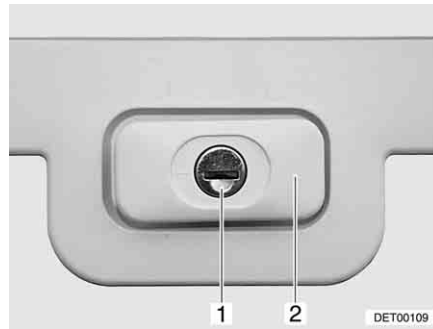

Fig. 30 Serrure du portillon, rectangulaire, fermée
- Insérer la clé dans le barillet (Fig. 30,1) et la tourner d'un quart de tour. La poignée de la serrure (Fig. 30,2) ressort.